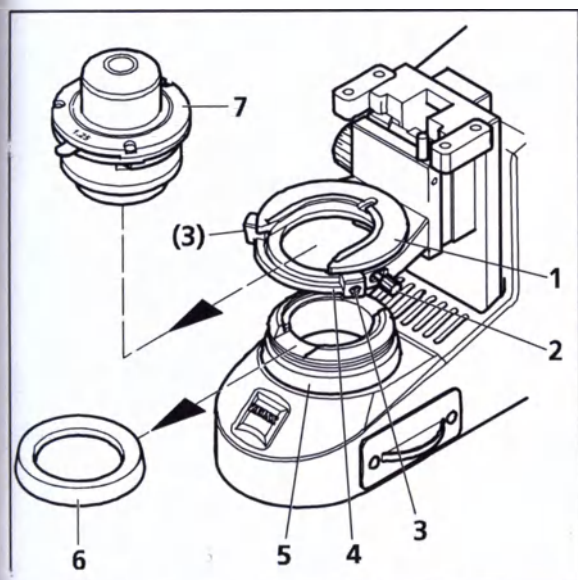
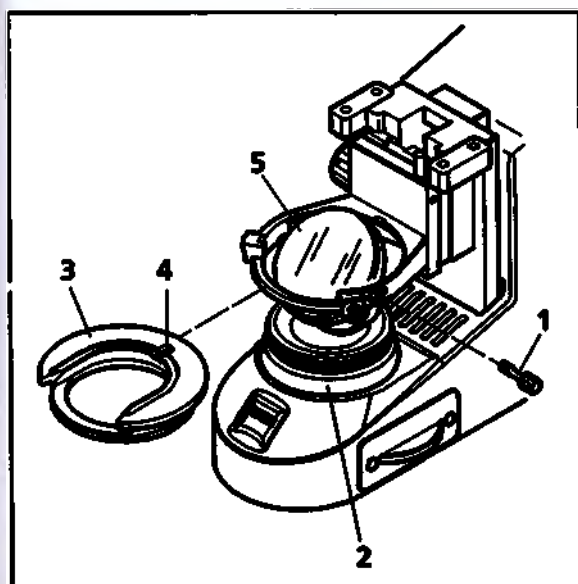

Рисунок 15 Демонтаж и монтаж конденсора
Рисунок 16 Демонтаж и монтаж зеркала
- Отвинтить защитный колпак (Рисунок 15/6) от полевой диафрагмы осветителя (Рисунок 15/5).
- Ослабить зажимный винт (Рисунок 15/2) конденсора и юстировочные винты (Рисунок 15/3) держателя конденсора (Рисунок 15/4), пользуясь торцовым шестигранным ключом, так, чтобы конденсор (Рисунок 15/7) можно было вытянуть спереди. Вынуть конденсор (Рисунок 15/7).
- Вывинтить зажимный винт (Рисунок 15/2 и Рисунок 16/1 соответственно) из вставки держателя конденсора (Рисунок 15/1 и Рисунок 16/3 соответственно).
- Прижать вставку держателя конденсора назад к пружине и вынуть её из держателя конденсора (Рисунок 15/4) под углом вверх.
- Вставить зеркало (Рисунок 16/5) сверху через отверстие держателя конденсора в приёмное гнездо полевой диафрагмы осветителя (Рисунок 16/2). Убедиться в том, что зеркало установлено в горизонтальном положении.
- Вынуть зеркало (Рисунок 16/5) вверх через отверстие держателя конденсора.
- Вставку держателя конденсора (Рисунок 15/1 и Рисунок 16/3 соответственно) вставить под небольшим углом (наклоном) в отверстие держателя конденсора. При этом прижать вставку назад к пружине и разместить её горизонтально на держателе конденсора.
- Закрутить винт для зажатия конденсора (Рисунок 16/1) в вставку держателя конденсора.
- Поместить конденсор в вставку держателя конденсора. Убедиться в том, что ориентирующий пилл на задней стороне конденсора вошёл в паз (Рисунок 16/4) вставки держателя конденсора.
- С помощью центрировочных винтов (Рисунок 15/3) выставить освещённое изображение симметрично относительно края поля зрения.